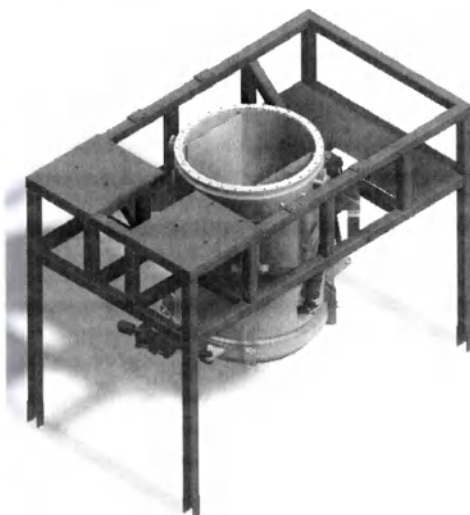

Рисунок 5
- ◆ Поднимите камеру стерилизации и верхнюю часть держателя (уже собранную), чтобы установить опоры, без необходимости полностью затягивать соединяющие болты. (Рис. 5 и 6)